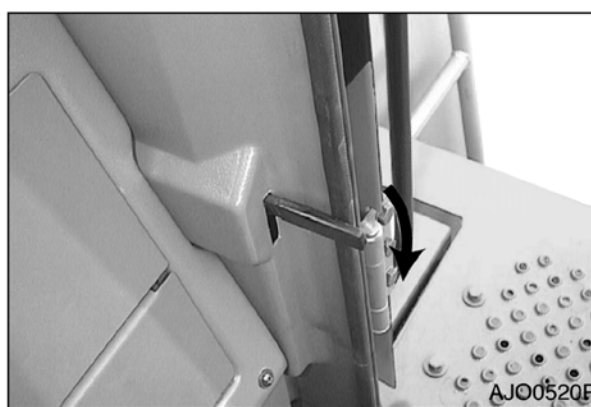

Рис. 106
2. Для отделения двери от стенки кабины опустить рычаг защелки (рис. 106). Рычаг защелки расположен слева от сиденья оператора.